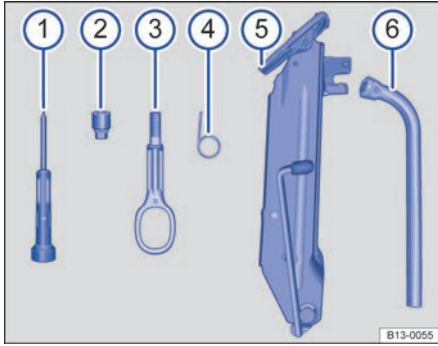

Fig. 135 Piezas de las herramientas de a bordo.
El contenido del juego de herramientas de a bordo depende del equipamiento del vehículo fig. 135. A continuación se relacionan todas las herramientas que podrían ir incluidas.
**Piezas del juego de herramientas de a bordo → fig. 135:**